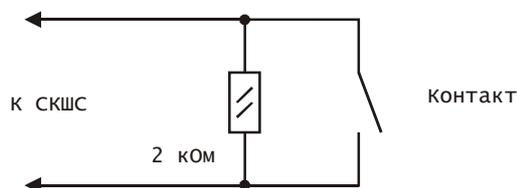

Рис. 4 Схема включения ШС с контролем обрыва
При подключении одного ШС к СКШС по схеме на, Рис. 4 собственный ток потребления СКШС увеличивается на:
5.8. Если СКШС является последним устройством в линии связи с БЦП, переключку согласующего резистора (Рис. 4) необходимо замкнуть.